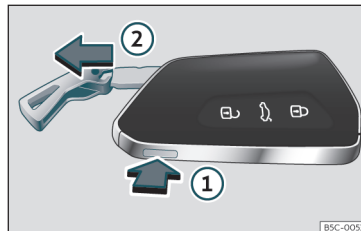

Abb. 71 Fahrzeugschlüssel: Schlüsselbart abziehen.
- Wenn Sie die Taste »» Abb. 71 ① einmal drücken, wird der Schlüsselbart entriegelt und eine Öse als Schlüsselband angezeigt.
- Halten Sie die Taste ① gedrückt und ziehen Sie gleichzeitig die Öse in Pfeilrichtung >>> **Abb. 71** ②, um den Schlüsselbart vollständig auszuklappen.